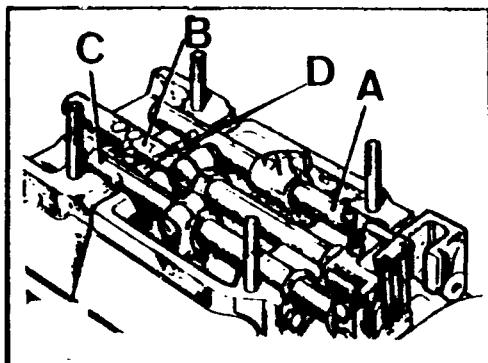

Fig. C-84 Extracción de los ejes selectores
- 1.5. Llevar el eje selector de 3^a-4^a, A (Fig. C-84) a la posición de 3^a velocidad es decir, hacia atrás y retirar el eje selector.